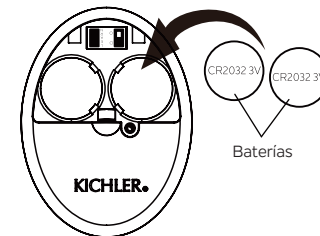

Figura 28
Paso 2. Para que el ventilador funcione, instale dos baterías CR2032 de 3 V (incluidas). Las baterías deben instalarse con el lado positivo (+) hacia arriba. Reemplácelas con baterías CR2032 cuando sea necesario. (Figura 28)